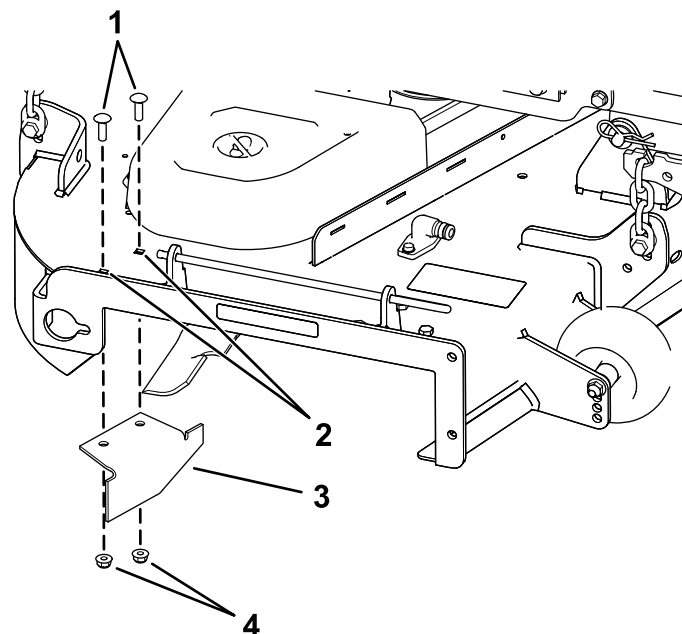

Figura 20
14. Individuate il deflettore di scarico nel sacchetto delle parti sciolte, rimuovete gli elementi di fissaggio dai fori posteriori della piastra di scarico e montate il deflettore sull'apertura dello scarico laterale sul piatto di taglio (Figura 20).